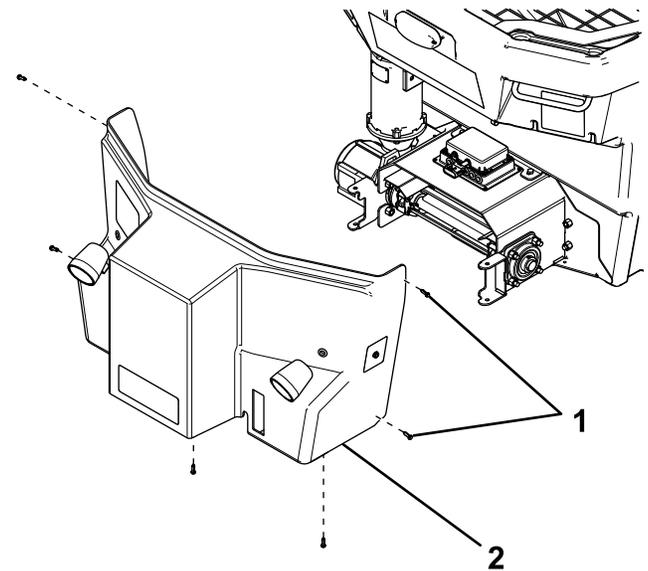

Figure 10
4. Retirez les clips en plastique qui fixent le couvercle arrière à la trémie (Figure 10).